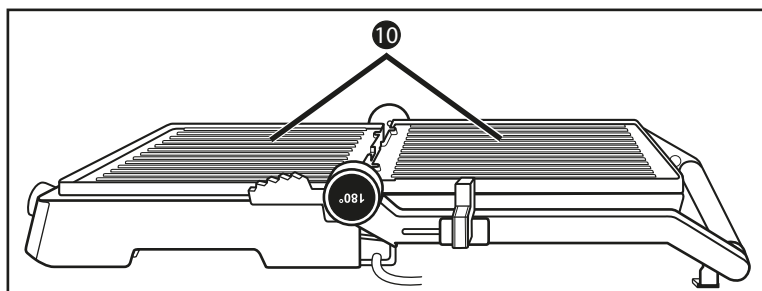

Fig. 2
- 3) Le piastre riscaldanti **10** si trovano ora l'una vicina all'altra e possono essere utilizzate come grill (fig. 2).